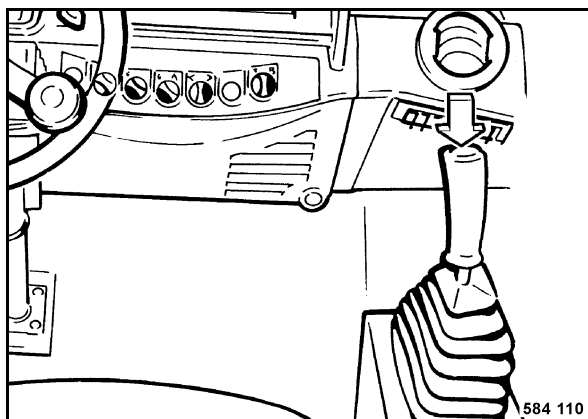

Fig. 51
- Al accionar el botón pulsador (Fig. 51) situado en la palanca de marcha durante el servicio de marcha y se produce la vibración del rodillo.